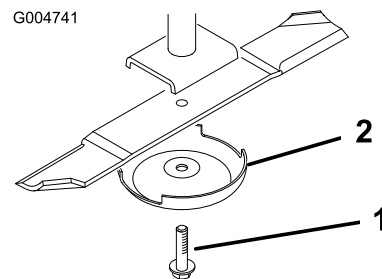

図 25
4. スピンドルのシャフトからブレードボルト、芝刈り防止カップ、ブレードを取り外す 図 25。